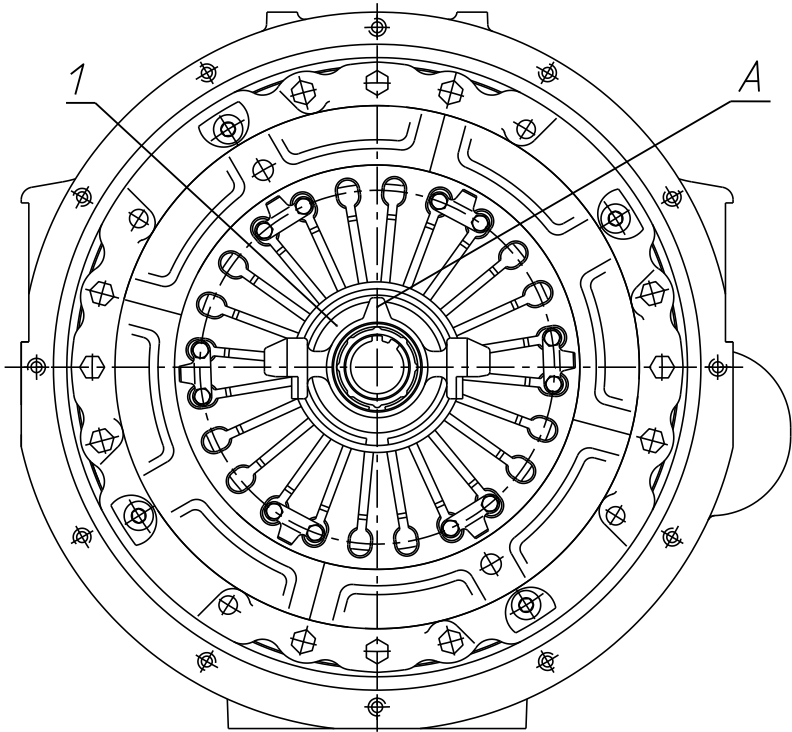

Рис. 28. Положение муфты выключения сцепления на нажимном комплекте
5. С помощью специальной оправки, установленной на центрирующую оправку ведомого диска, сцентрировать муфту выключения сцепления 1 и развернуть её, как показано на рис. 28 (положение выступа А). Допускается угловое отклонение установки выступа А не более 10°.